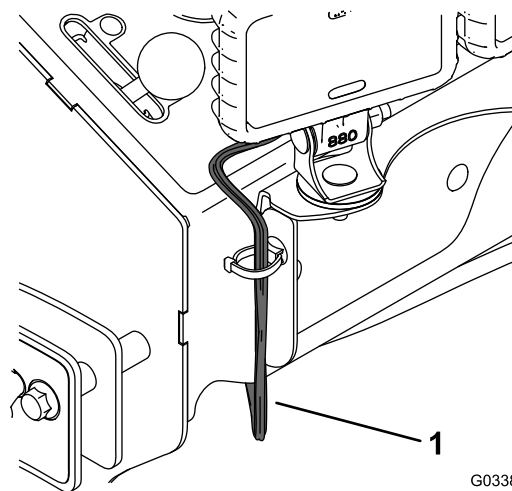
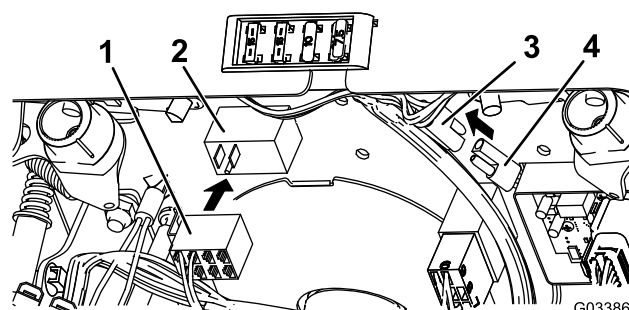

Figura 4
Figura 5
1. Pase el arnés de cables por debajo de la parte delantera del panel de control y enchufe los conectores en el interruptor de las luces y en el arnés de cables de la máquina (Figura 4 y Figura 5).